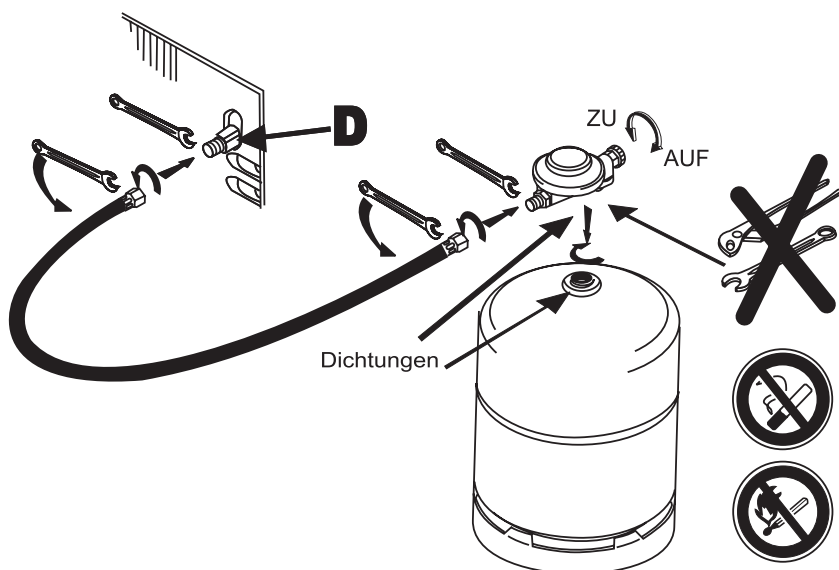

Abb. 3
10. Anschluß einer Gasflasche mit innenliegendem Kugelrückschlagventil (Abb. 3)